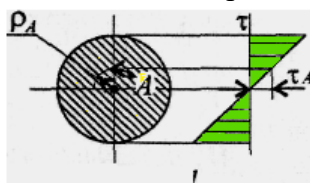

Рис.7.1
Распределение касательных напряжений по сечению при кручении (рис. 7.1)
Для заданного бруса (рис. 7.1) построить эпюры крутящих моментов, рациональным расположением шкивов на валу добиться уменьшения значения максимального крутящего момента. Построить эпюру крутящих моментов при рациональном расположении шкивов. Из условия прочности определить диаметры валов для сплошного и кольцевого сечений, приняв
2. Строим эпюру крутящих моментов. Значения крутящих моментов откладываем вниз от оси, т.к. моменты отрицательные. Максимальное значение крутящего момента на валу в этом случае 1000 Н·м (рис.7.1).